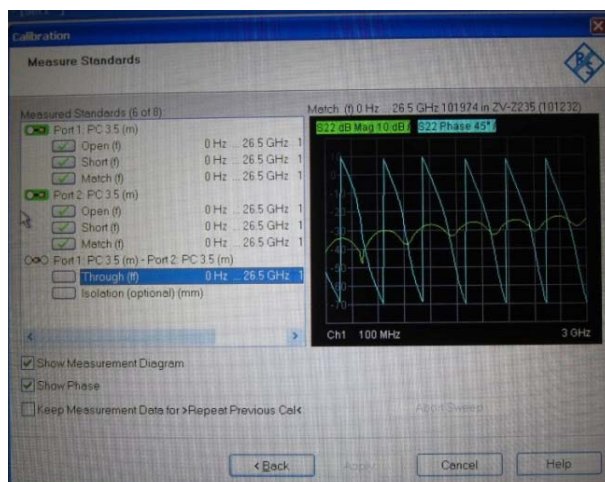
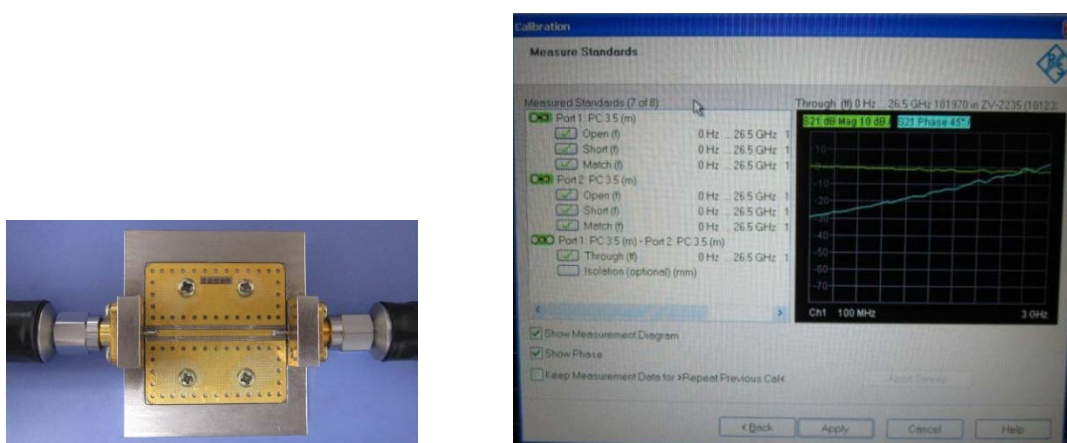

图 3-24 第 2 端口所有校准操作完毕后的校准提示框界面
图 3-25 两端口之间直通校准件与校准后提示框界面
- 6) 采用 3) -5) 同样操作步骤，对第 2 端口顺序进行开路、短路、匹配负载校准，第 2 端口所有校准操作完毕后，校准提示框界面如图 3-24 所示。
- 7) 矢网第 1 端口与第 2 端口测试电缆之间连接自制直通校准件，连接完毕后，点击图 3-24 中的 Through 确定框，耐心等待 Through 确定框出现 ✓，如图 3-25 所示，表示两端口之间直通校准顺利完成，注意：这时不要取下自制直通校准件。